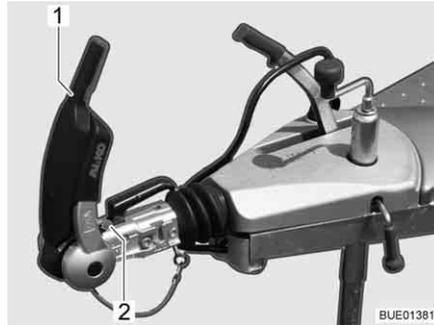

Bild 225 Anzeige Reibbeläge vorn und hinten
- Stabilisierungsgriff (Bild 225,1) öffnen.
Die Kontrolle erfolgt über die Anzeige vor dem Kupplungsgriff (Bild 225,2).